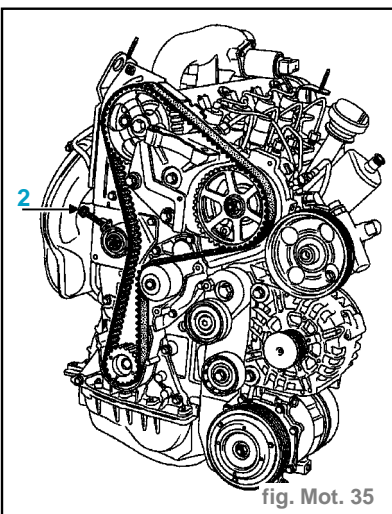

fig. Mot. 35
- Mettre le galet tendeur en appui sur la courroie en vissant la vis (2) sur le support du galet tendeur. (fig. Mot. 35)